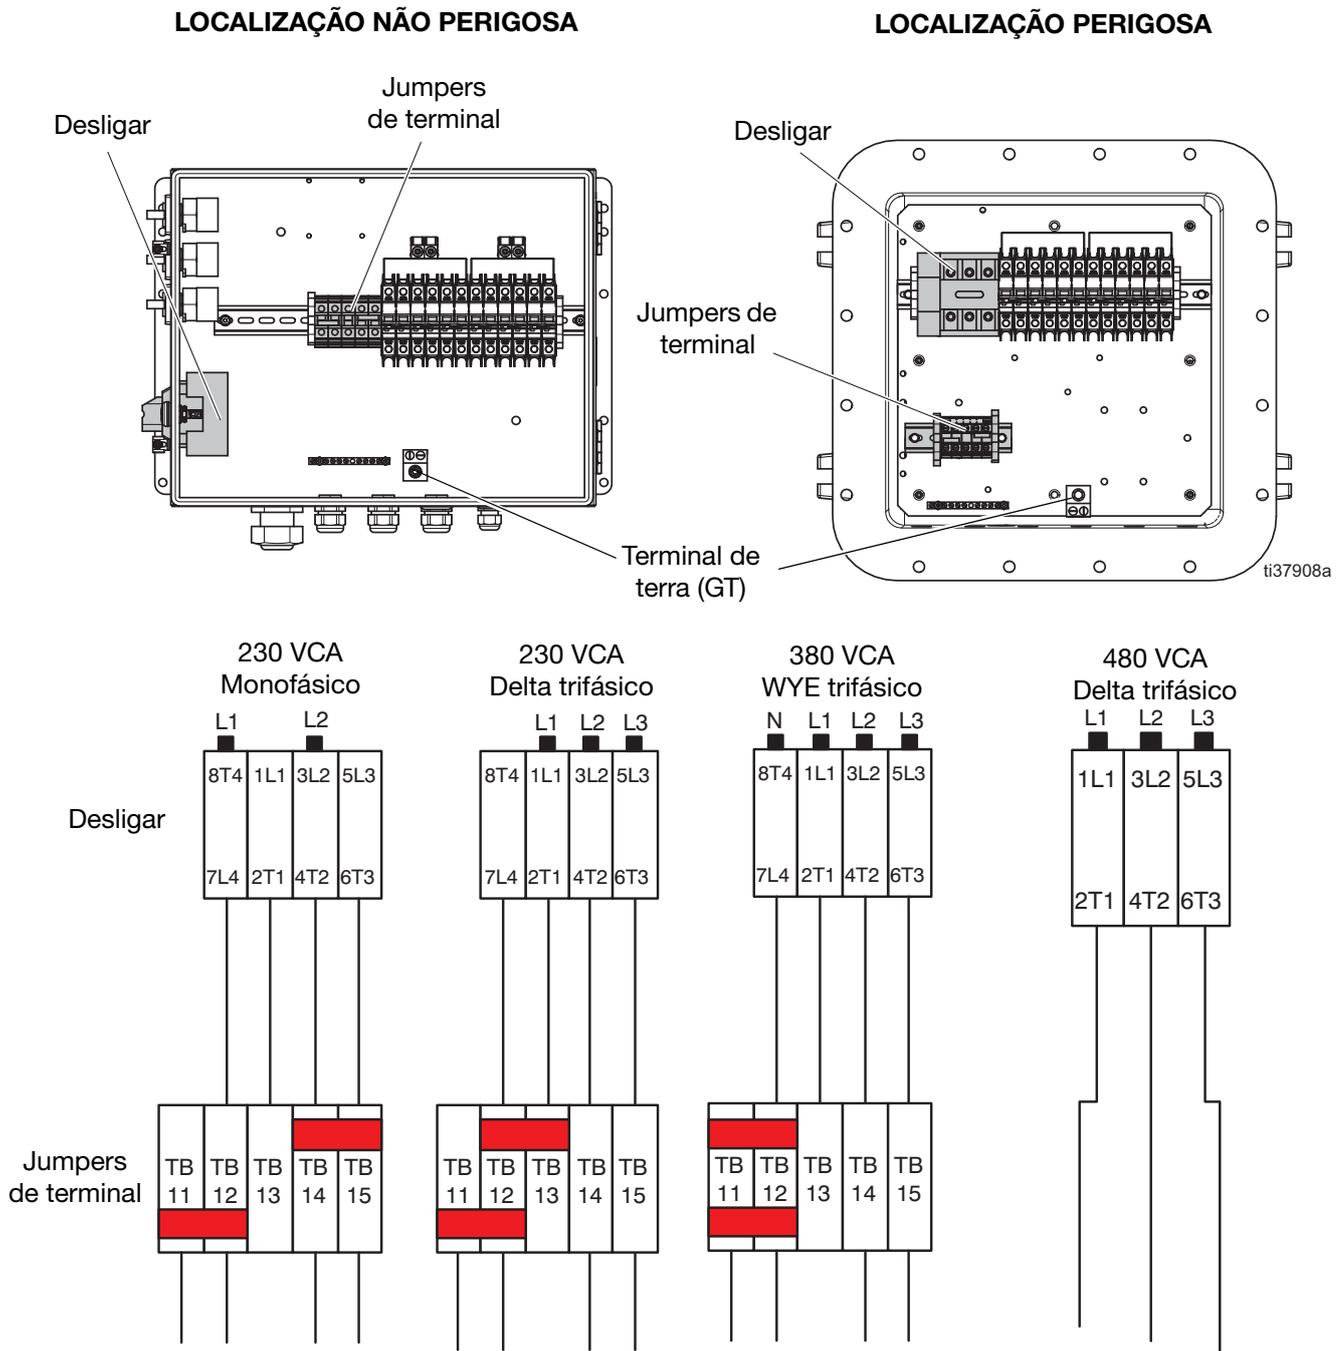

Fig. 7: Esquema das ligações elétricas do XM
4. Ligue o cabo de terra ao terminal de terra (GT). Consulte a FIG. 7, página 30.
5. Ligue o cabo de alimentação ao interruptor, como indicado na FIG. 7, página 30. Aperte até 55 pol-lb (6,2 N•m). Puxe suavemente todas as ligações para verificar se estão bem fixas.
6. **Apenas locais não perigosos:** Aperte a descompressão (BH).
7. Instale os terminais de ligação em ponte fornecidos nas posições indicadas na FIG. 7, página 30.
8. Verifique se todos os itens estão corretamente ligados, como se mostra na FIG. 7, página 30, e depois feche a porta da caixa de derivação.